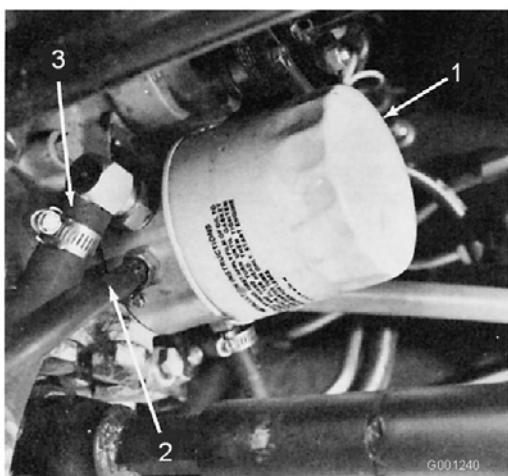

図 71
4. 油圧オイル・フィルタ取り付け部の周辺をウェスできれいに拭き、フィルタを外す（図 71）。